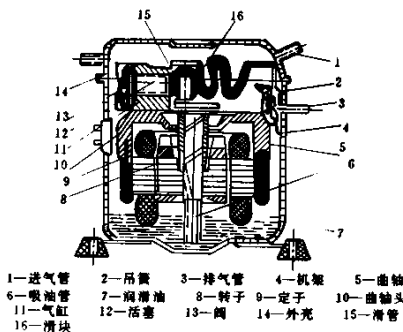

图 2-4-5
(1) 压缩机：压缩机里有由电冰箱电气控制系统控制的电动机，是电冰箱中唯一的机械运转部件，其功能是从蒸发器中不断吸收制冷剂的蒸气，并造成蒸发器中的低压环境，便于制冷剂不断吸收热量完成从气态到液态的蒸发。同时将在较高压力下将制冷剂蒸气注入到冷凝器去，以便不断释放热量完成从气态到液态的冷凝。按电冰箱的大小，电冰箱的压缩机可分为连杆式压缩机、滑管式压缩机和电磁振荡式压缩机。目前市场上的电冰箱多数采用滑管式压缩机，结构如图 2-4-5 所示。其工作原理是：当电机通电时，转子（8）带动